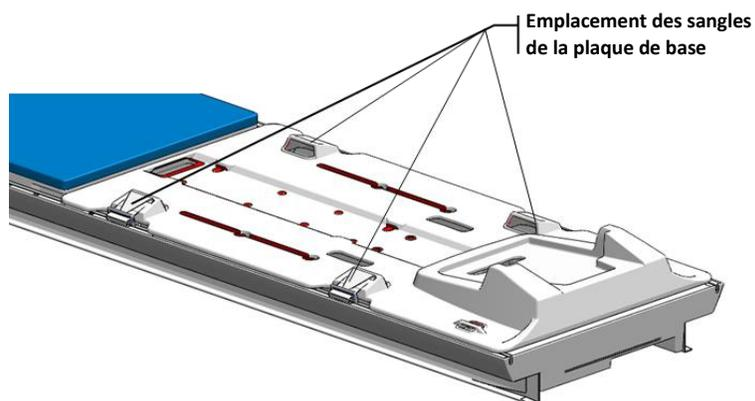

Figure 7 : Placement des sangles de la plaque de base
2. Attacher quatre sangles de la plaque de base (Figure 7).